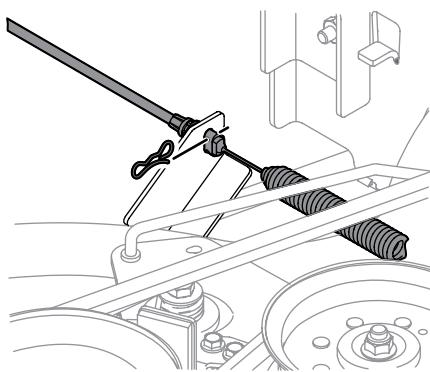

Figura 4-15
10. Extraiga con cuidado el cable de la PTO de la parte posterior de la plataforma de corte retirando el clip tipo moño que lo sujetá. Retire el resorte del soporte de polea loca de la plataforma. Consulte la Figura 4-15.